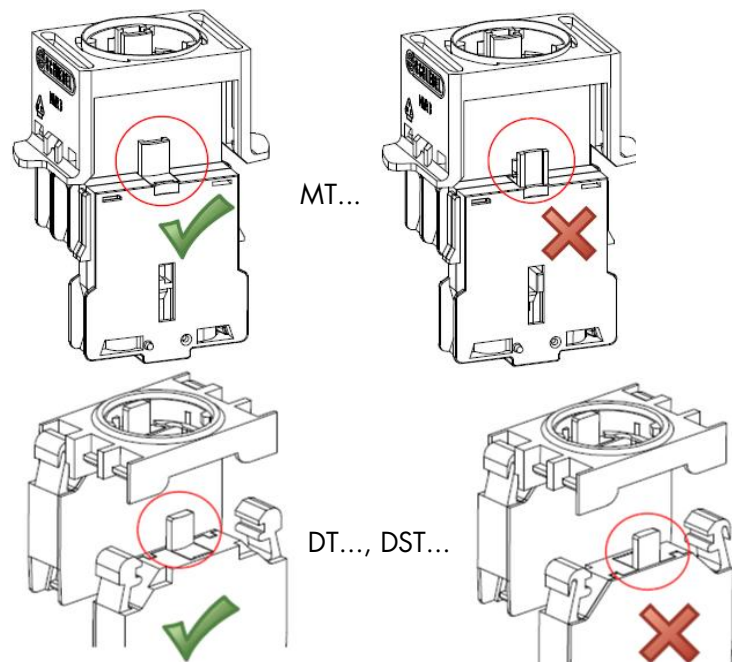

Abbildung 1: Korrekte Montage der modularen Kontaktgeber MT..., DT..., DST...
6) Modulare Kontaktgeber (MT... DT..., DST...) müssen zunächst in der richtigen Ausrichtung in einen Modulhalter gerastet werden, bevor sie auf den Betätiger auferastet werden können. (Abbildung 1).